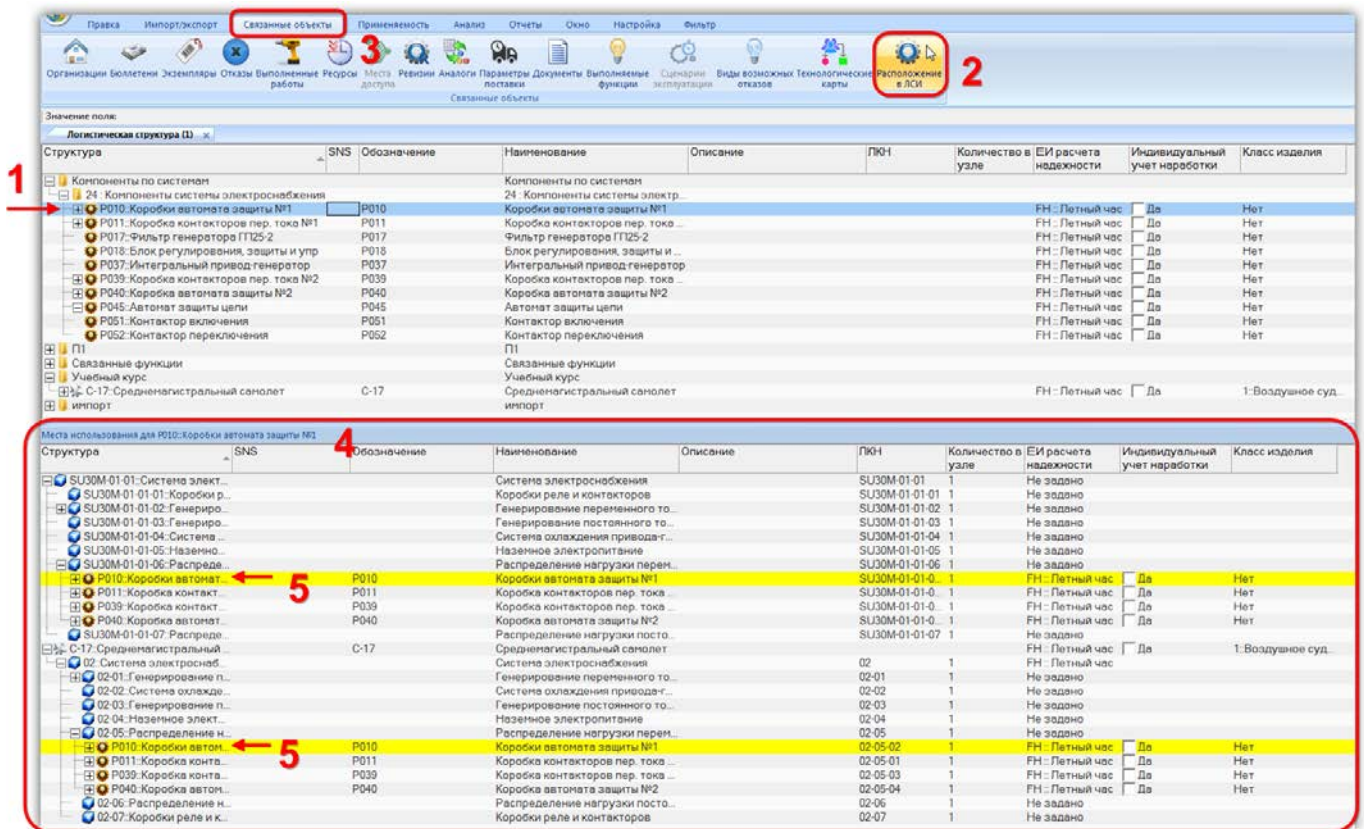

Рис. 10-66 – Расположение искомого компонента в логистических структурах
2) Выбрать компонент (1 на рис. 10-66) и в его контекстном меню последовательно выбрать пункты «Связанные объекты» → «Расположение в ЛСИ» или нажать кнопку «Расположение в ЛСИ» (2 на рис. 10-66) на панели «Связанные объекты» (3 на рис. 10-66).
3) В результате откроется окно связанных объектов «Места использования» для выбранного компонента (4 на рис. 10-66). В этом окне отображаются ЛСИ тех элементов, в состав которых входит выбранный компонент (ФИ, а также ЛСИ системы или компоненты, если они размещены только в папке и не входят в состав ФИ). Логистическая структура этих элементов будет раскрыта в части тех веток, в которых содержится компонент. Места размещения компонента выделяются желтым цветом.